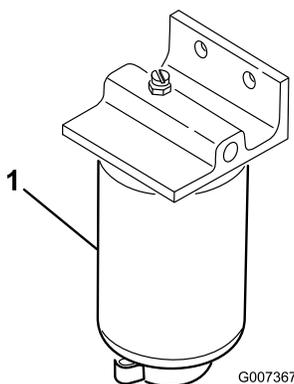

Рисунок 53
1. Подставьте под топливный фильтр чистую емкость (Рисунок 53).